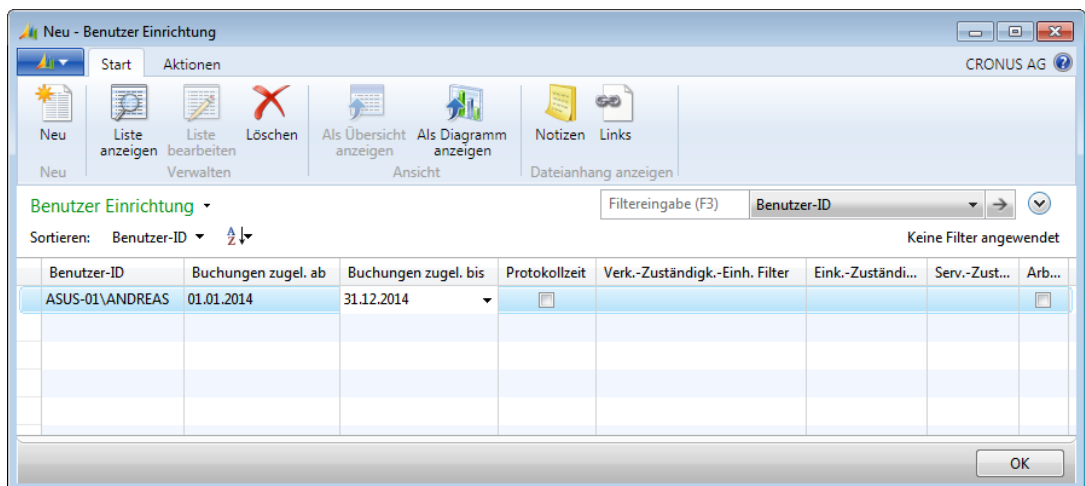

Abbildung 3.2 Neuanlage der Zeile in der *Benutzer Einrichtung*
4. Um in der Benutzer-Einrichtung einen neuen Datensatz anzulegen, betätigen Sie die Tastenkombination **[Strg] + [N]** oder klicken Sie auf die Schaltfläche *Neu* auf der Registerkarte *Start* des Menübands. Im Neuanlagefenster wählen Sie Ihre *Benutzer-ID* und tragen den erlaubten Buchungszeitraum ein (siehe Abbildung 3.2)